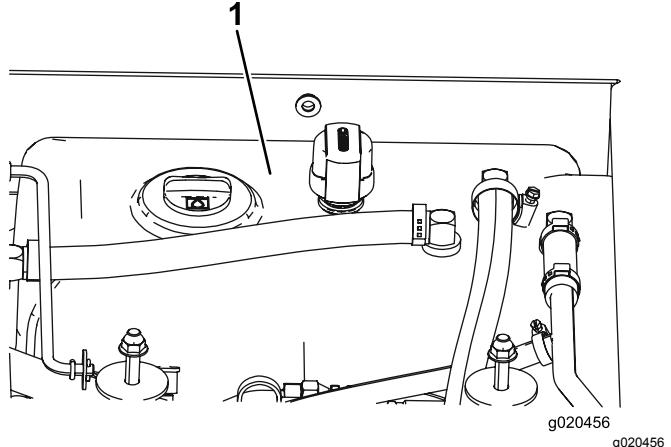

Figure 117
- Remplissez le réservoir (Figure 117) de liquide hydraulique ; voir Entretien du système hydraulique \(page 81\).